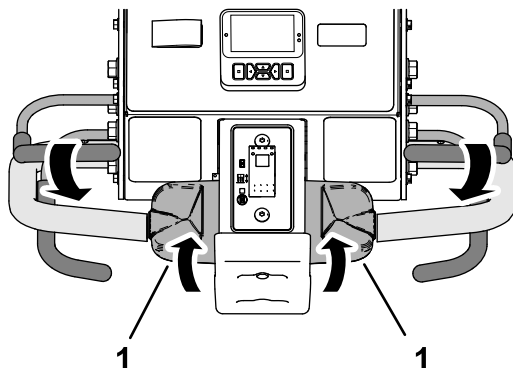

Figure 90
3. Tout en serrant la barre de présence de l'utilisateur contre la poignée du timon, tournez lentement le haut de la commande de déplacement vers l'arrière (Figure 90).